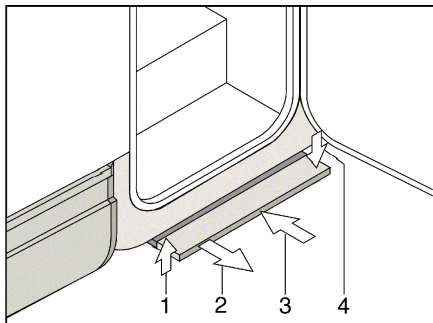

Fig. 3 Escalón de entrada operable eléctricamente
- Tirar del escalón de entrada hacia delante (Fig. 3,2) hasta que encastre.
- Levantar ligeramente el escalón de entrada (Fig. 3,1).
- Insertar el escalón de entrada hasta el tope por debajo del piso del vehículo (Fig. 3,3). Prestar atención a que encastre el escalón de entrada (Fig. 3,4).